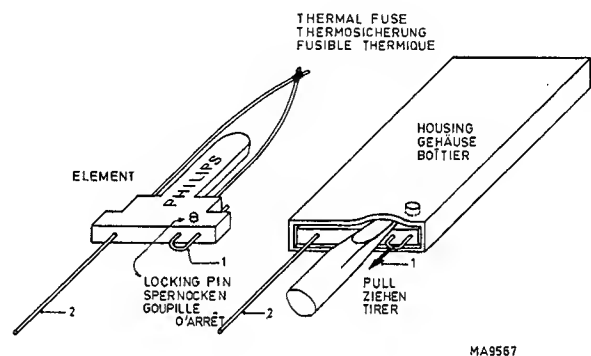

Abb. 2.9. Ersatz der Thermosicherung
- defekte Sicherung entfernen; dazu ist der Sperrnocken freizulegen, indem man das in Trafowickel enthaltene Gehäuse der Thermosicherung an der Stirnseite etwas auswärts biegt (Abb. 2.9.).